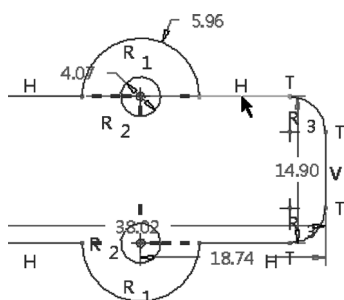
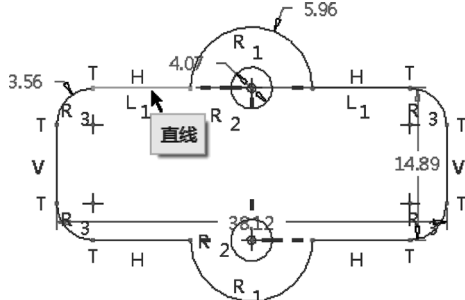

图 2-99 选择所需的线段 1
图 2-100 选择所需的线段 2
8) 为相关线段添加相等约束。在“约束”组中选择 $\equiv$ （相等）图标按钮，单击图 2-99 所示的线段 1，接着单击图 2-100 所示的线段 2，从而使该两条线段长度相等。